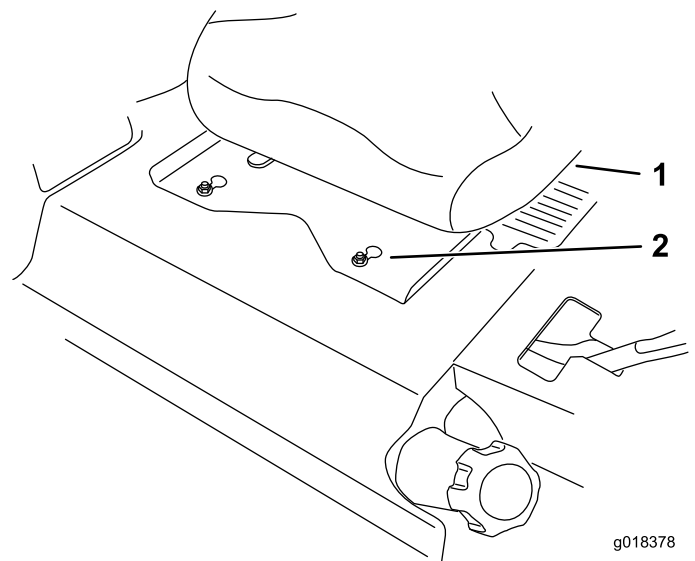

Figure 1
5. Faites coulisser le siège et son plateau en avant pour faire passer les écrous avant par l'encoche en trou de serrure (Figure 1).